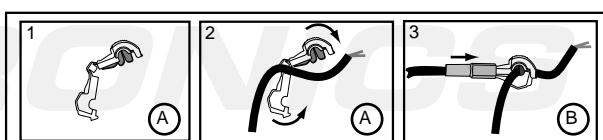

Fig. 3
- Leid de rest van de kabelset langs de linkerzijde richting dashboard. Sluit de rode draad aan op de remlichtschakelaar volgens fig. 1. Sluit de oranje draad middels de bijgeleverde snelverbinder (fig.3) aan op de +30 gezekerde constante spanning draad van de zekeringkast. (Connector C)